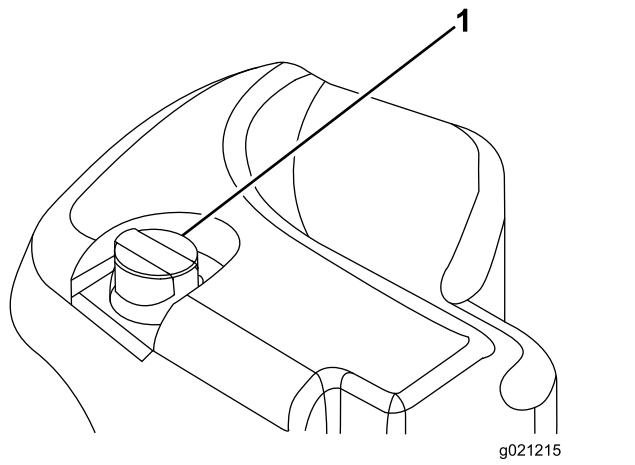

Figure 30
- Nettoyez la surface autour du goulot et du bouchon de remplissage du réservoir hydraulique (Figure 30). Enlevez le bouchon du goulot de remplissage.